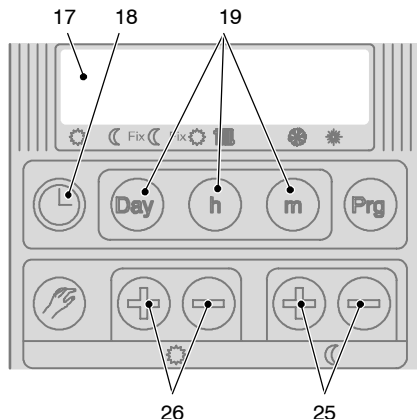

fig. 2.10
- 1 Per programmare il giorno, tenere premuto il tasto (18 in fig. 2.10) e contemporaneamente agire sul tasto **Day** (19 in fig. 2.10). Il giorno programmato verrà visualizzato sul display (17 in fig. 2.10).
- 2 Per programmare le ore, tenere premuto il tasto (18 in fig. 2.10) e contemporaneamente agire sul tasto **h** (19 in fig. 2.10). L'ora programmata verrà visualizzato sul display (17 in fig. 2.10).
- 3 Per programmare i minuti, tenere premuto il tasto (18 in fig. 2.10) e contemporaneamente agire sul tasto **m** (19 in fig. 2.10). I minuti programmati verranno visualizzati sul display (17 in fig. 2.10).
- 1 Per programmare la temperatura premere il tasto (26) in corrispondenza del simbolo (fig. 2.10). La temperatura impostata verrà visualizzata sul display (17 in fig. 2.10).
- 1 Per programmare la temperatura premere il tasto \oplus o \ominus (25) in corrispondenza del simbolo ☺ (fig. 2.10). La temperatura impostata verrà visualizzata sul display (17 in fig. 2.10).